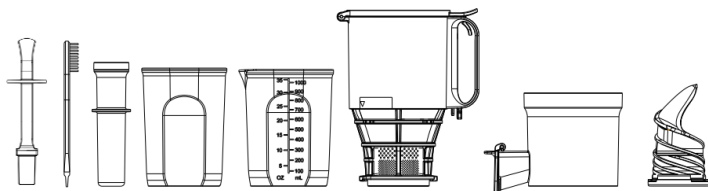

Fig10
2. Was de gedemonteerde onderdelen (Fig 10) met water. Als de mazen verstopt zijn met pulp, gebruik dan de meegeleverde reinigingsborstel om het bezinksel te verwijderen.